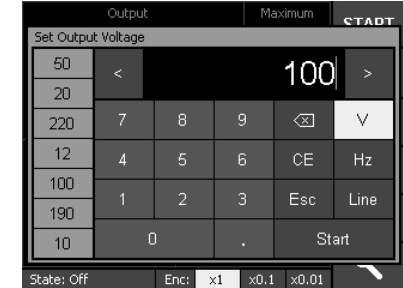

Рисунок 6.10
6.2.2 Якщо відсутні причини для блокування подачі напруги (кнопки "Emergency Stop" на передній панелі БУ і аварійна кнопка пульта відпущені, контрольовані двері зачинені), що підтверджено світінням жовтої секції СЗС, можна починати встановлення напруги. Для цього у відкритому вікні «Set Output Voltage» (рисунок 6.10) натиснути кнопку